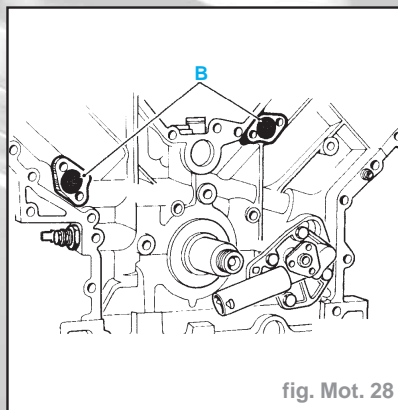

fig. Mot. 28
- S'assurer que les filtres (B) sont propres (fig. Mot. 28).